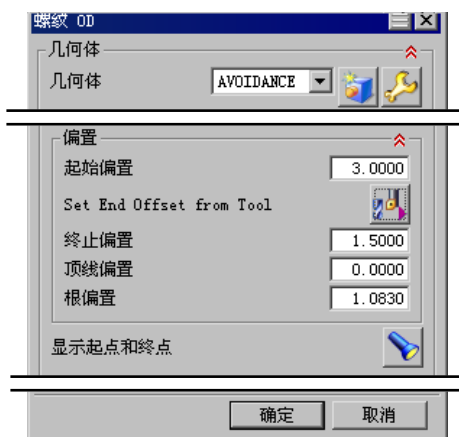

图 9.31 “螺纹 OD”对话框
Step1. 单击 **偏置** 区域使其显示出来, 然后设置图 9.31 所示的参数。